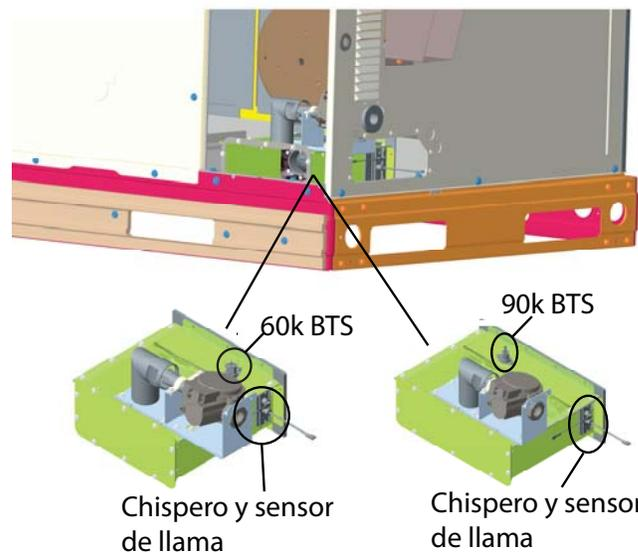

Fig. 20 – Interruptor térmico del quemador (BTS) (NOx ultrabajo)
2. Quite los dos tornillos que sujetan la capucha del conducto (Fig. 20) y quite la capucha del conducto.
6. Vuelva a conectar la capucha del conducto (Fig. 20) con los dos tornillos que se quitaron.
NOTA: Para NOx ultrabajo: El chispero o sensor de llama combinado está ubicado en el lado derecho de la caja del quemador (consulte Fig. 20). Se puede acceder al chispero o sensor de llama para realizar el mantenimiento si retira la cubierta del panel del lado derecho. El interruptor térmico del quemador (BTS) se encuentra en la parte superior de la caja del quemador. Para tamaños de calefacción de 60 k, se puede acceder al interruptor BTS a través de la cubierta del panel del lado derecho. Para los tamaños de calefacción de 90 k, se puede acceder al interruptor BTS si se quita el panel de acceso a los controles.